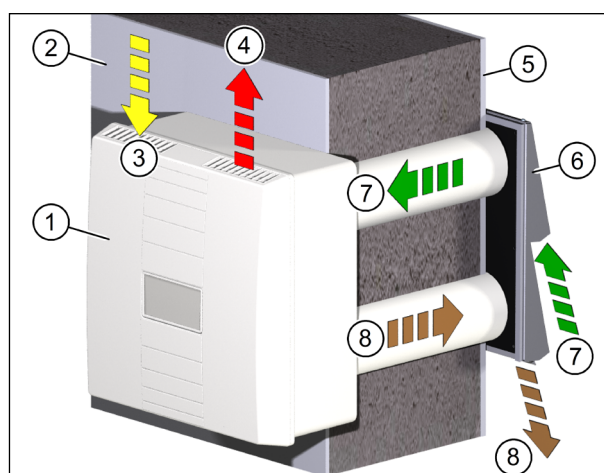
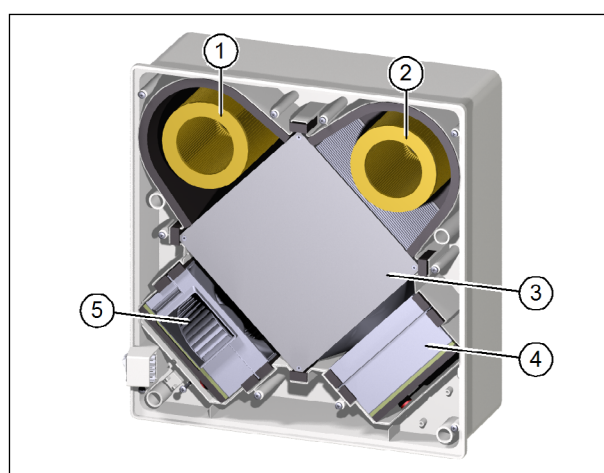

Fig. 7: Principe de fonctionnement de l'appareil d'aération
Fig. 8: Composants relatifs au renouvellement de l'air
Le ventilateur d'air fourni (pos. 5 dans Fig. 8) transporte à l'intérieur l'air neuf (pos. 7 dans Fig. 7) à travers le filtre d'air fourni (pos. 2 dans Fig. 8) et l'échangeur thermique à plaques à courant croisé (pos. 3 dans Fig. 8) en tant qu'air fourni (pos. 4 dans Fig. 7). Le ventilateur d'air repris (pos. 4 dans Fig. 8) aspire simultanément l'air repris (pos. 3 dans Fig. 7) de l'intérieur. L'air repris est épuré dans le filtre d'air repris (pos. 1 dans Fig. 8), guidé à travers l'échangeur thermique et évacué en tant qu'air rejeté (pos. 8 dans Fig. 7) vers l'extérieur.